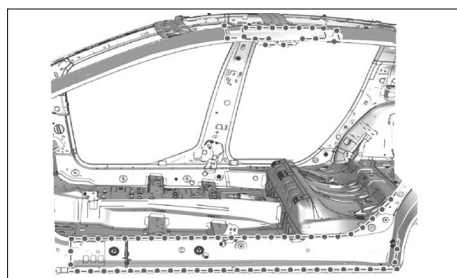

FIG. 71
- Préparer les zones d'accostage des pièces à assembler (Fig.71).